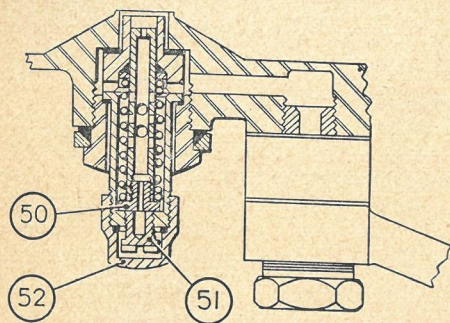

Fig. 1
På fig. 1 ser vi strålerør og dyse, der nederst ender i en flange (50). De mærkelige små kugler op langs strålerørets sider er en gennemskåret skruefjeder, der med fast anlæg foroven påvirker flangen 50 og på den måde forsøger at presse strålerøret nedefter. I et gevind i holderen er en justerskrue 51 anbragt som stop for strålerørets bevægelse, og fjederen trykker altså strålerøret ned mod justerskruen 51. Der er en bred kærpvassende til en grov skruetrækker eller en mønt i justerskruen, og ved at dreje skruen frem eller tilbage hæver eller sænker man stråle-